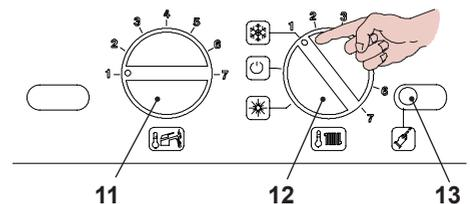
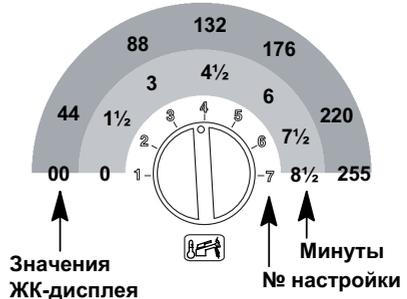

Рис. 5.59
Рис. 5.63
- Установите регуляторы 11 и 12, как показано на рисунке, см. Рис. 5.59.
- Чтобы настроить частоту повторного включения котла, войдите в режим программирования, нажав и удерживая в течение 15 секунд кнопку перезапуска **13**, см. Рис. 5.59, пока на ЖК-дисплее не появится параметр **P01**, на ЖК-дисплее последовательно отобразятся следующие символы (параметр **P01** будет загораться поочередно с ---).
- Нажмите кнопку перезапуска **13**, см. Рис. 5.59, и пролистайте параметры до **P10**, предназначенного для настройки частоты повторного включения котла; на ЖК-дисплее последовательно отобразятся следующие символы (параметр **P10** будет загораться поочередно с **88**).
- Чтобы изменить настройку, поверните регулятор температуры воды горячего водоснабжения **11**, см. Рис. 5.59, и установите его на выбранное время (Рис. 5.63: регулятор установлен на повторное включение через каждые 3 минуты).
- Шаг настройки регулятора **11**, см. Рис. 5.63, соответствует отображаемому на ЖК-дисплее значению **44** (90 секунд). Это значение можно установить на максимум **255** (8 с половиной минут). На ЖК-дисплее при этом будут поочередно загораться **P10** и **60**.